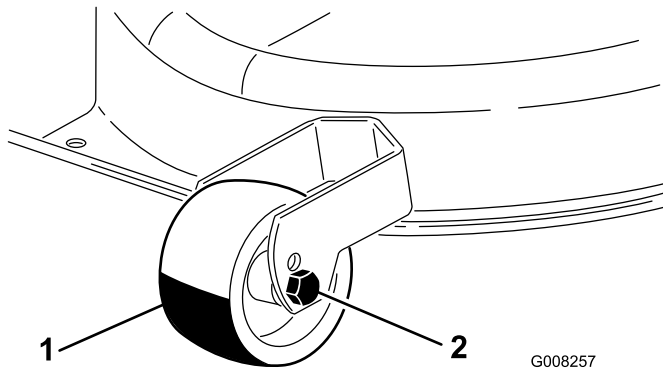

Figura 10
- Per utilizzare le impostazioni dell'altezza di taglio 1 o 2, dovete montare le rotelline nei fori superiori (più alti) presenti sulle relative forcelle (Figura 10).
- Per utilizzare le impostazioni dell'altezza di taglio da 3 a 7, dovete montare le rotelline nei fori inferiori (più bassi) presenti sulle relative forcelle (Figura 10).